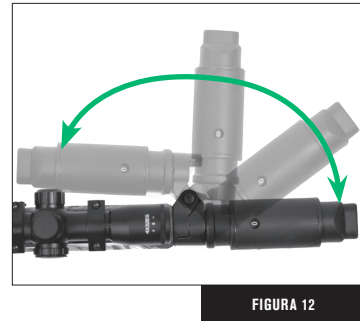

FIGURA 12
**Para ajustar la culata plegable** (Parte T), coloque la mano derecha como se muestra en la Fig. 11. Aplique presión con el pulgar de la mano derecha sobre la parte inferior de la bisagra (Parte 29) Fig. 11 mientras empuja hacia abajo la parte superior de la culata. (Parte 25). Esto permitirá que la culata se doble en la posición cerrada como se muestra en la figura 12.
Enganche los dos ganchos del amartillador de cuerda, boca arriba, en la cuerda del arco (Parte 19), de modo que flanqueen el riel de vuelo (Parte 5). Vea la Figura 12.